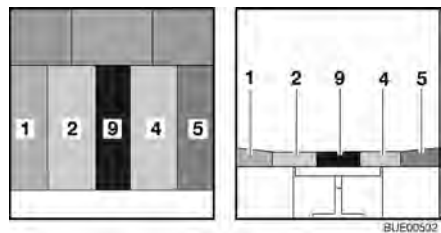

Fig. 88 Después de la transformación
- Colocar el cojín adicional (Fig. 88,9) entre los cojines del asiento (Fig. 88,2 y 4).